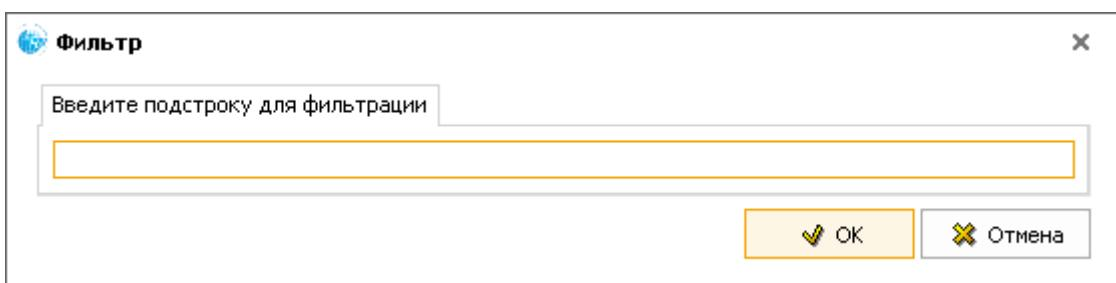

Рис. 151
3. В окне **Фильтр** введите слова для фильтрации (Рис. 151).